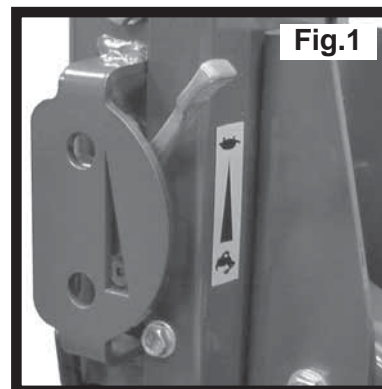
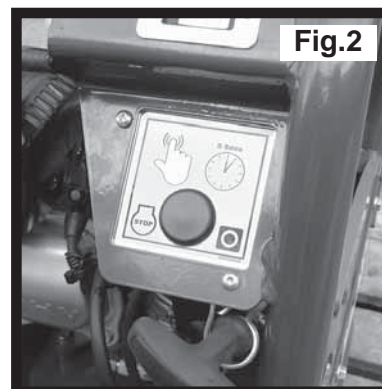

Fig.1
Fig.2
1. Om de motor te stoppen zet de gashendel in de ruststand (zie afb. 1) en druk vervolgens op de rode stopknop gedurende 5 seconden totdat de motor stopt (zie afb. 2).
1. Om de motor te starten zet de gashendel in de ruststand (zie afb. 1) en druk vervolgens op de rode stopknop totdat de motor stopt (zie afb. 2).